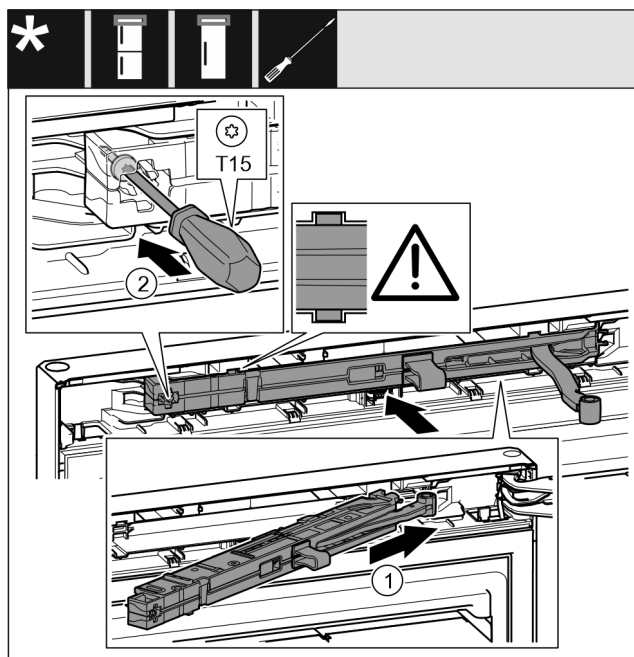

Fig. 33
- ▶ Jednotku tlumiče zavírání Fig. 33 (1) na straně stojanu ložiska zasuňte až na doraz šikmo do vybrání.
- ▶ Šroubovákem šroub Fig. 33 (2) pevně utáhněte.